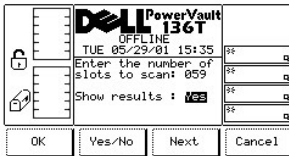

Figure 42. Command > Move > Scan Barcode > Dialogue Confirm
- 1 Si la touche de fonction **Next** est enfoncée, le champ suivant de la liste devient le champ actif. Reportez-vous à la Figure 42.